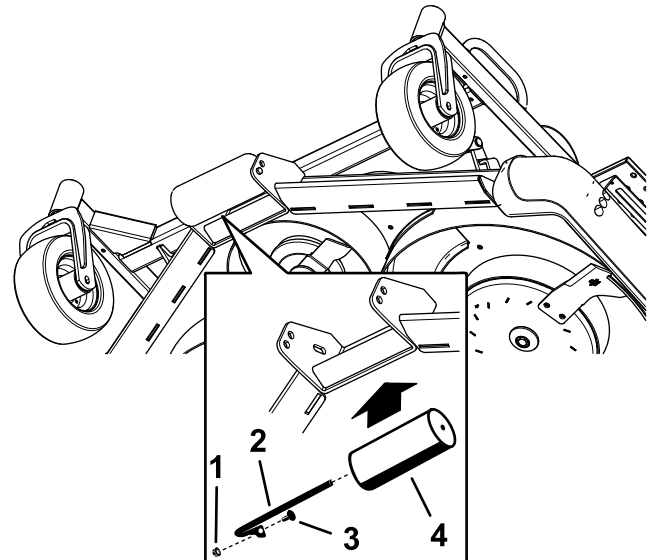

Bild 31
5. Fluchten Sie die Rolle mit den entsprechenden Löchern aus und befestigen Sie die Welle mit der Schraube und Mutter (Bild 31).